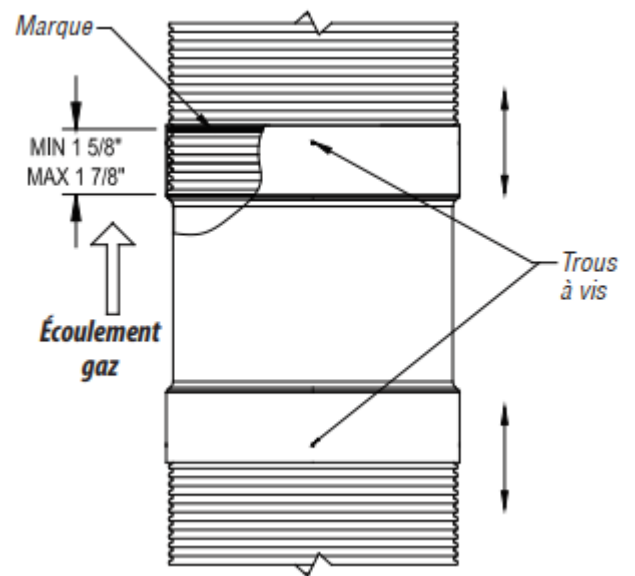

Figure 17 - Test d'essai à sec du Secure Seal Flexible
1.2. Pour vous assurer que tout est étanche à l'air avant de mettre le mastic entre les deux tubes, effectuez un test à sec en poussant la paroi dans l'adaptateur jusqu'à ce qu'elle atteigne le bas du formage entre la paroi intérieure et la paroi extérieure, puis retirez-la (Figure 17).